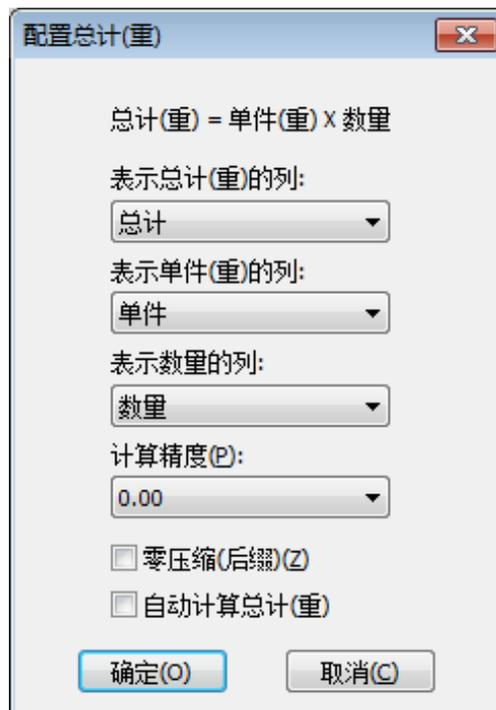

图 5-22 计算总重设置对话框
- 4) 计算总重：单击【配置总计（重）】弹出如图 5-22 所示的对话框。